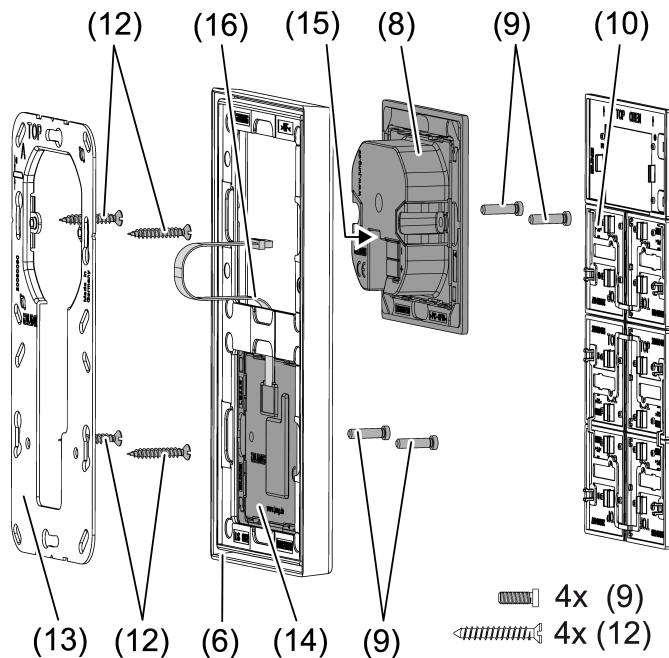

Figura 3: Montaje con módulo de ampliación del sensor de tecla
Si se utiliza el módulo de ampliación del sensor de tecla (véase figura 3): montaje preferiblemente en vertical. Utilizar el aro soporte grande (13). En caso de montaje en una sola caja para mecanismos, empotrar los tornillos inferiores en la pared, p. ej. con un agujero de ø 6 x10 mm. Utilizar el aro soporte como plantilla.
- Montar correctamente el aro soporte (5) o (13) en una caja para mecanismos. Tener en cuenta la marca **TOP** = arriba; marca **A** o **B** delante. Utilizar exclusivamente los tornillos para cajas (12) suministrados.
- Encajar el marco (6) sobre el aro soporte.
- Montar el módulo de ampliación del sensor de tecla (14) preferiblemente en la parte de abajo. Pasar el cable de conexión (16) entre el aro soporte y la pieza de unión intermedia.
- Módulo de ampliación del sensor de tecla: insertar correctamente la línea de conexión (16) en el conector (15) del módulo de reglaje. No apretar la línea de conexión (véase figura 3).
- Conectar el módulo de reglaje (8) con el borne de conexión KNX (11) al KNX y encajar en el aro soporte.
- Fijar el módulo de reglaje (8) y módulo de ampliación del sensor de tecla (12) al aro soporte con los tornillos de plástico (8) suministrados. Apretar solo ligeramente los tornillos de plástico.
- Antes de montar las teclas (10), cargar la dirección física en el aparato (véase el capítulo 5.2. puesta en funcionamiento).